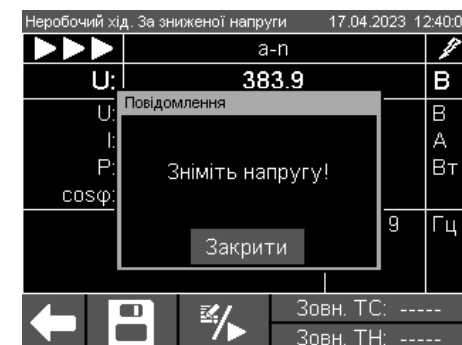

Рисунок 6.14
6) Результати вимірювань можна зберегти в архіві Вимірювача, натиснувши кнопку . При цьому на екрані з'явиться повідомлення з вимогою зняти напруги (рис. 6.14). Таке ж повідомлення з'являється при намаганні повернутись до попереднього вікна кнопкою , не знявши напругу.